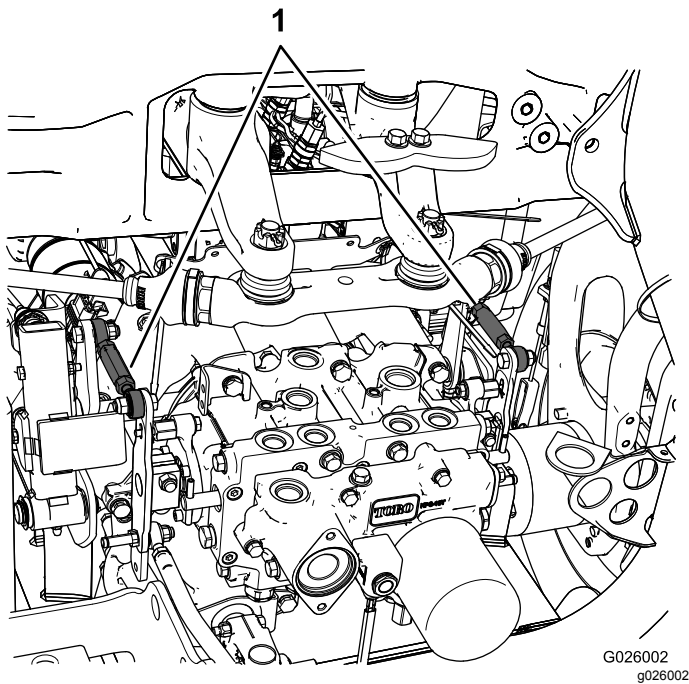

図 87
- 左後タイヤが回転している場合には、左側トランスミッション・コントロールロッドのジャムナットをゆるめる 図 87。